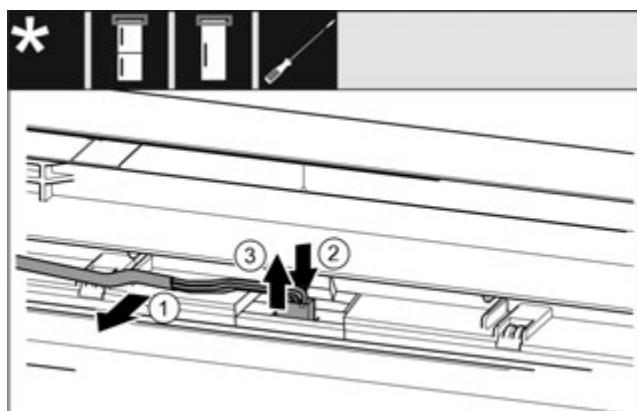

Fig. 20
- Обережно витягніть сірий кабель з направляючої в дверцях. Fig. 20 (1)
- Притисніть назад накладку за штекером. Fig. 20 (2)
- Обережно витягніть штекер рухом вгору. Fig. 20 (3)